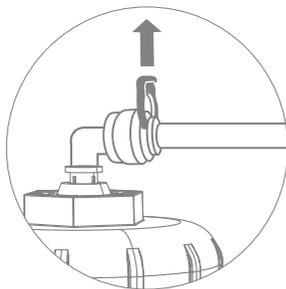

Рис. 28
3. Удалите стопорную клипсу, удерживая цанговое кольцо прижатым к основанию фитинга (рис. 28), аккуратно извлеките пластиковую трубку из посадочного места. При необходимости отсоедините все трубки от корпуса мембраны и извлеките его из скобы крепления.